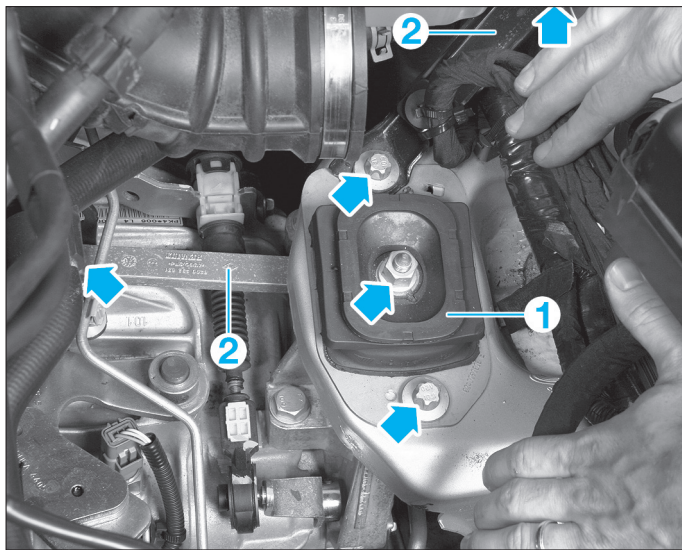

FIG. 75
- Déposer le support moteur gauche (1) et ses biellettes attenantes (2) (fig. 75).